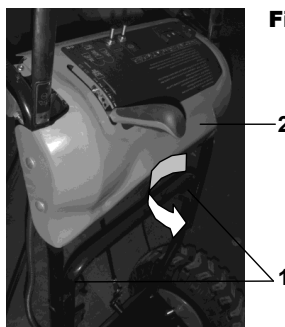

Fig. 2
2. **Montare il manubrio** (Fig. 2): prima di tutto allentare la vite, mettere in ordine i quattro fori sulla parte alta del manubrio, inserire il bullone e avvitarlo con un dado.